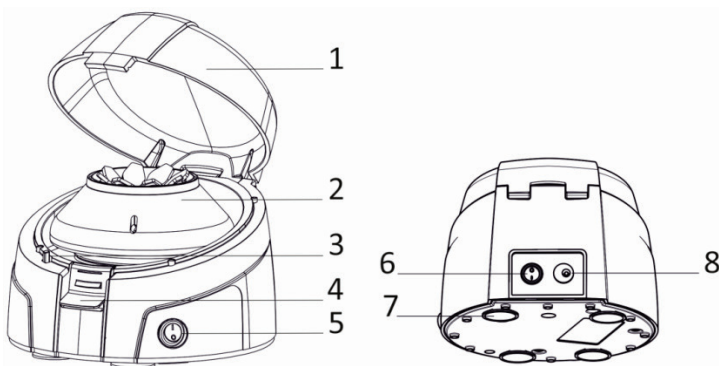

Рисунок 1 - Центрифуга ПЭ-6906
6.1. Центрифуга ПЭ-6906 выполнена в виде моноблока в корпусе из высокопрочного пластика (Рисунок 1). В передней части